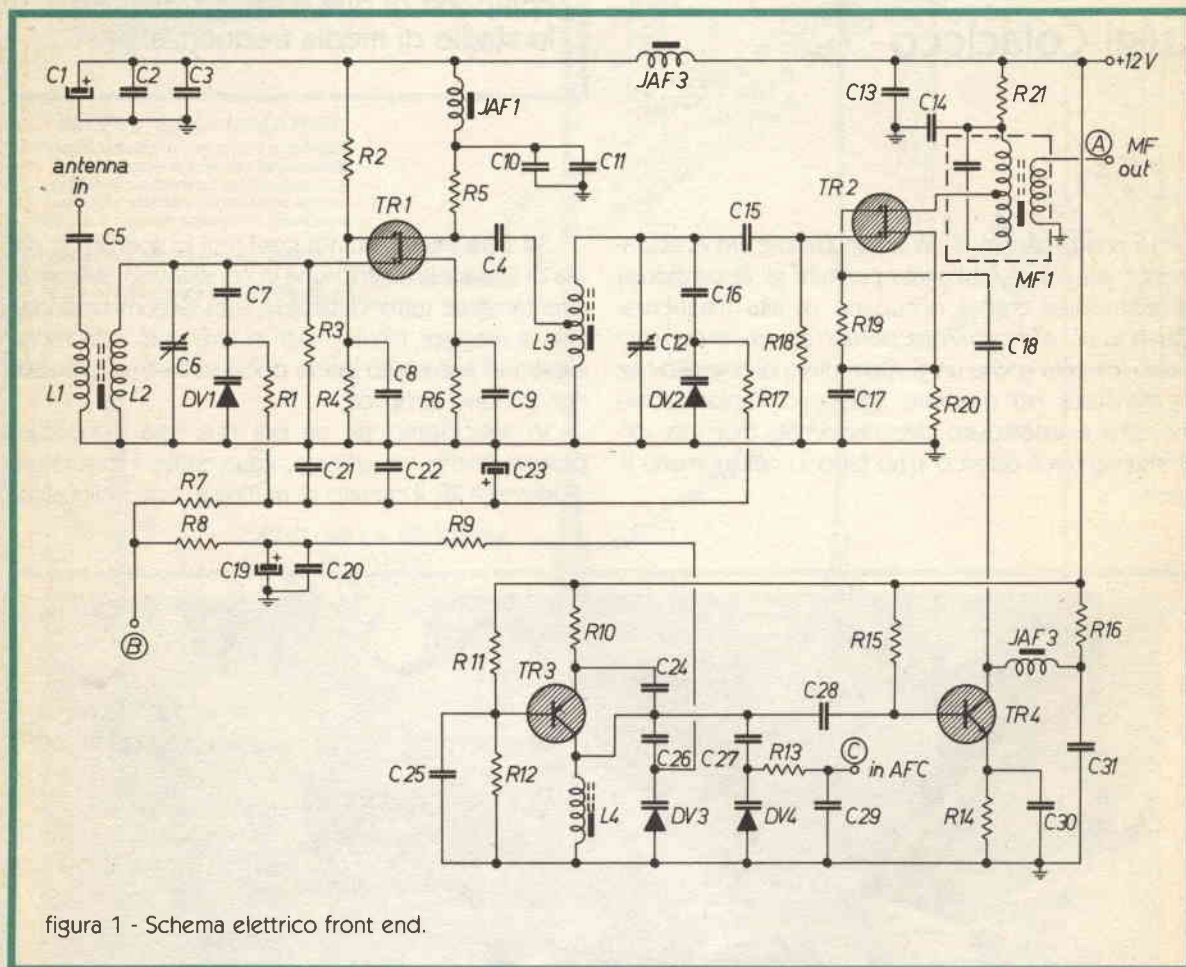
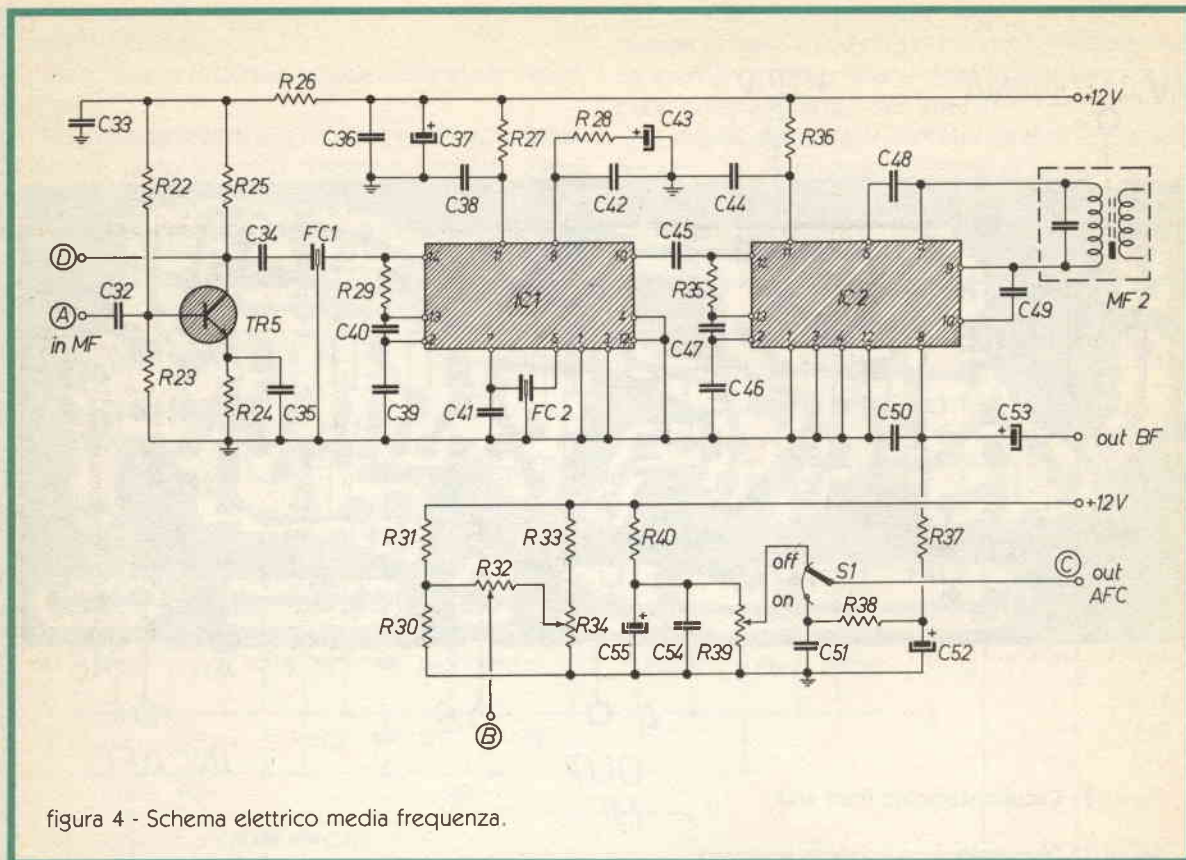

figura 1 - Schema elettrico front end.
figura 4 - Schema elettrico media frequenza.
Noterete senz'altro che nel front end (figura 1) non abbiamo usato il solito integrato tuttofare (leggi SO42P), perché in questa sezione i mosfet offrono delle prestazioni assolutamente superiori.
A proposito vogliamo spiegarvi in due parole a cosa serve l'AFC (controllo automatico di frequenza). Quando viene inserito per mezzo di S1 (vedi figura 4) al diodo varicap DV4 arriva una tensione che è direttamente legata alla migliore o peggiore sintonia. In breve: se dopo aver ben «centrato» una emittente e dopo alcuni minuti il tuner va fuori sintonia, la tensione applicata a DV4 subisce una modifica tale da riportare il tuner in perfetta sintonia. Naturalmente questo lavoro è istantaneo e perciò l'ascoltatore non si accorge di nulla. Torniamo alla descrizione.
Il segnale di conversione a 10,7 MHz è disponibile al punto A di figura 1, che fa capo al secondario di MF1, un comune trasformatore di media frequenza a 10,7 MHz.
Passiamo ora a vedere come funziona il successivo stadio di media frequenza. Lo schema è quello di figura 4. Al punto A arriva il segnale di media frequenza che avevamo lasciato al corrispondente punto di figura 1. TR5 è un amplificatore aperiodico dal guadagno elevato; notate la mancanza della solita media frequenza nel circuito di collettore. Ciò però non pregiudica affatto l'ottima selettività del circuito, in quanto questa è assicurata dalla presenza dei due filtri ceramici FC1-FC2.
Una volta finito il montaggio è necessario unire tra di loro elettricamente le due basette; per fare ciò basta collegare i punti A, B e C di figura 1 con gli stessi di figura 4. Fatto ciò ricontrollate tutto il lavoro e solo quando siete certi che tutto è in ordine, concedetevi una pausa ristoratrice (una tazza di caffè ci sta bene) prima di passare alla fase finale del lavoro: la taratura.
1) staccare provvisoriamente il collegamento tra i punti A di figura 1 e figura 4;
2) applicare al punto A di figura 4 (ingresso di media frequenza) un segnale a 10,7 MHz modulato in frequenza;
3) collegare l'oscilloscopio al punto OUT BF di figura 4 e regolare il nucleo di MF2 affinché il segnale di bassa frequenza abbia la massima ampiezza;
4) senza togliere il segnale al punto A collegare un voltmetro elettronico (portata 10 V fondo scala) al punto C (OUT AFC) di figura 4, disporre S1 in posizione AFC-on e prendere nota dell'indicazione data dallo strumento;
5) disporre S1 in posizione AFC-off e regolare R39 affinché il voltmetro indichi la medesima tensione; fatto ciò occorre ripristinare il collegamento tra i punti A di figura 1 e figura 4, naturalmente dopo aver tolto il segnale al punto A.
Il punto D di figura 4 è la presa di collegamento del muting. Di esso sarà detto nell'articolo relativo al decoder stereo.